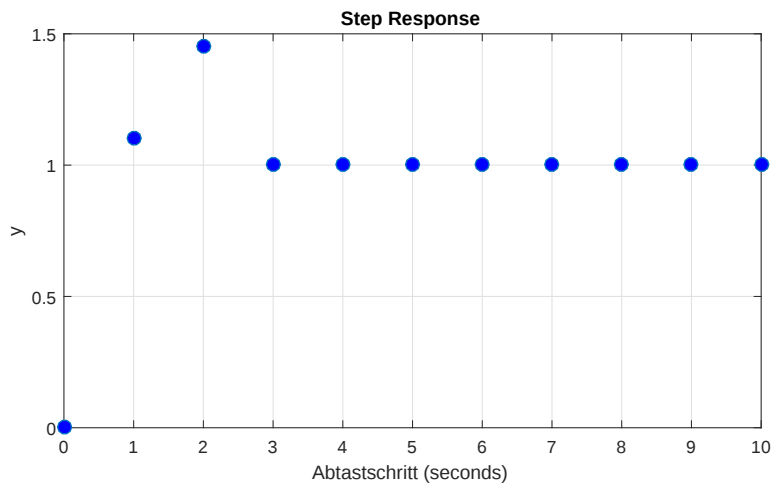

Abbildung 6
- e) Abbildung 6 zeigt die Führungssprungantwort des geschlossenen Regelkreises mit dem Regler aus Aufgabenteil d). In der Vorlesung wurde ein weiteres Reglerentwurfsverfahren be-